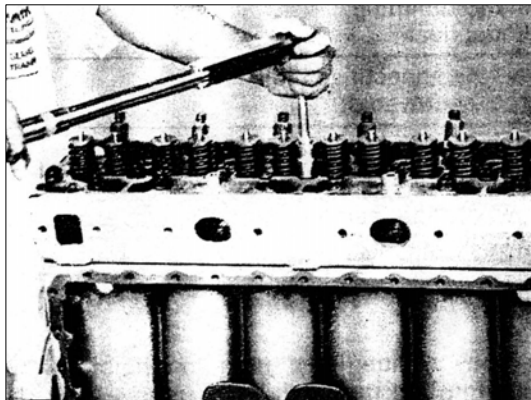

РИС. 72
5) Установите болты головки блока цилиндров и затяните их динамометрическим ключом в три этапа, как это указано в таблице 27 (рис.72). Затяните гайки головки блока цилиндров равномерно и в надлежащей последовательности, как это показано на рисунке 66.